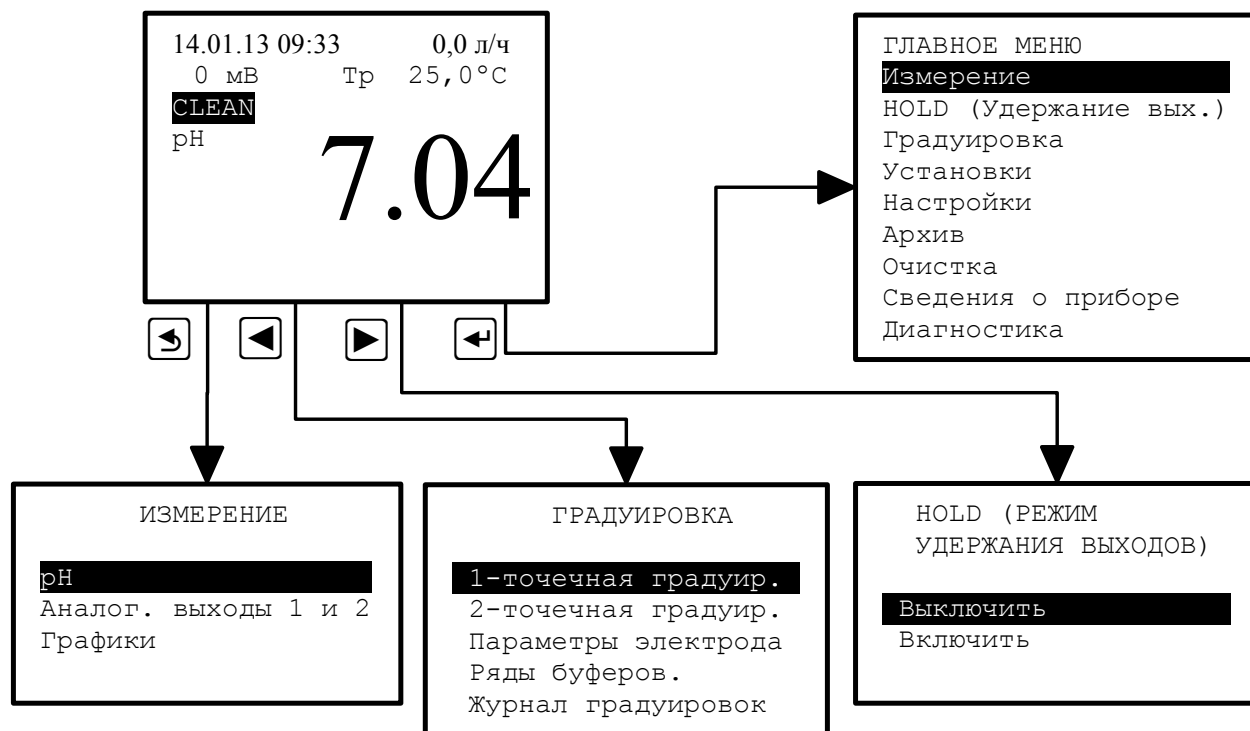

Рисунок 2 - Режим измерения
3.3.1.4 При помощи «горячих» кнопок из режима измерения можно перейти к некоторым режимам и меню рН-метра без перехода через «ГЛАВНОЕ МЕНЮ», смотри (Рисунок 2).
3.3.2.2 Режим «HOLD» включается и выключается вручную. Войти в режим «HOLD», находясь в режиме измерения, можно при помощи «горячей» кнопки  (смотри Рисунок 2):
- в режиме измерения нажать «горячую» кнопку  (смотри Рисунок 2);
3.3.4.1 Чтобы войти в меню «УСТАНОВКИ» из режима измерения, надо сначала войти в Главное меню. Вход в «ГЛАВНОЕ МЕНЮ» производится при нажатии кнопки  (смотри Рисунок 2).